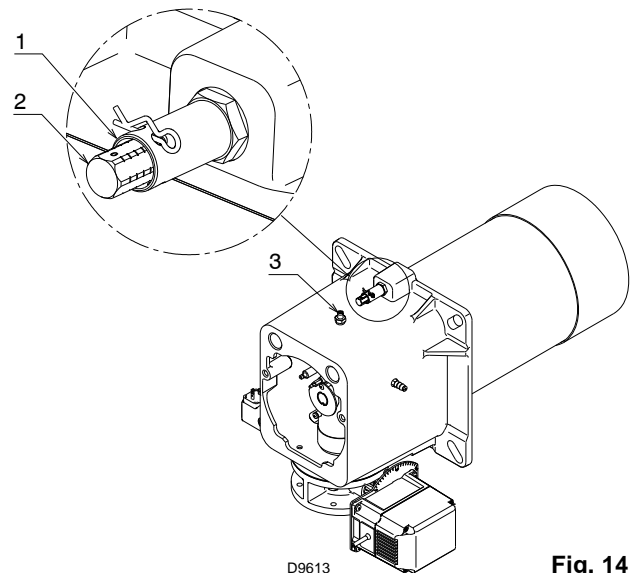
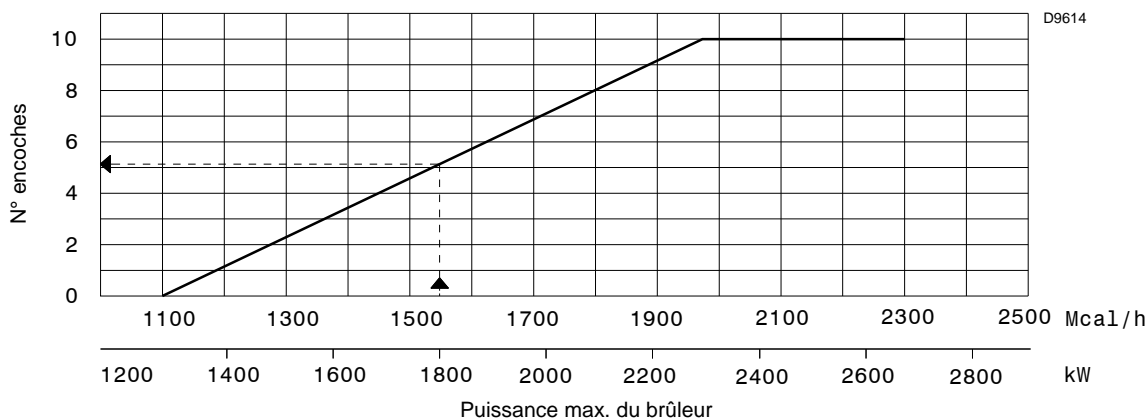

Fig. 14
Fig. 15
Trouver dans le diagramme de la Fig. 15 l'encoche selon laquelle il faut régler la vis 2) (Fig. 14).
Le diagramme de la Fig. 15 indique que pour cette puissance il faut effectuer le réglage de l'air sur l'encoche 5.
- Tête de combustion réglée comme indiqué sur le diagramme de la Fig. 15